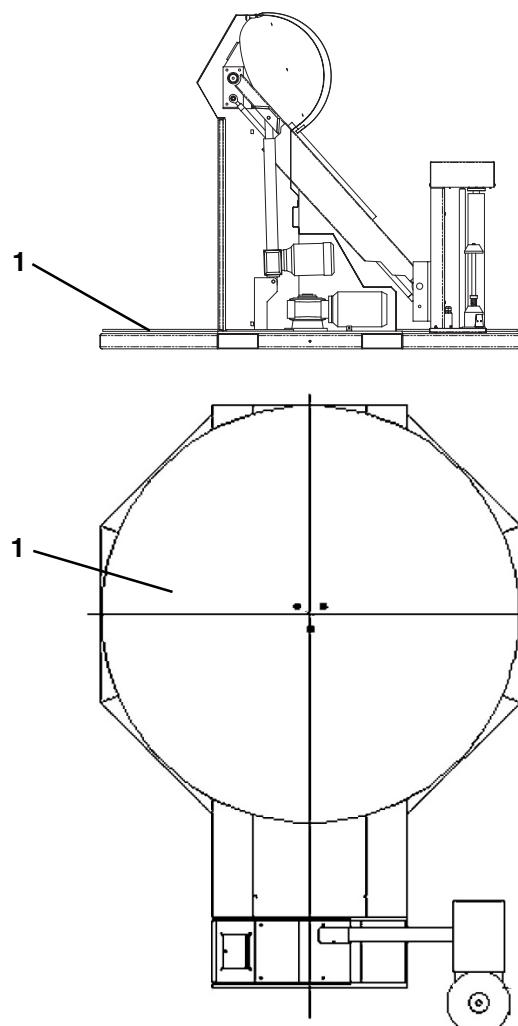

Fig. 1.2
A) Risk of getting trapped (Fig. 1.2)
A) Rischio di intrappolamento (Fig. 1.2)